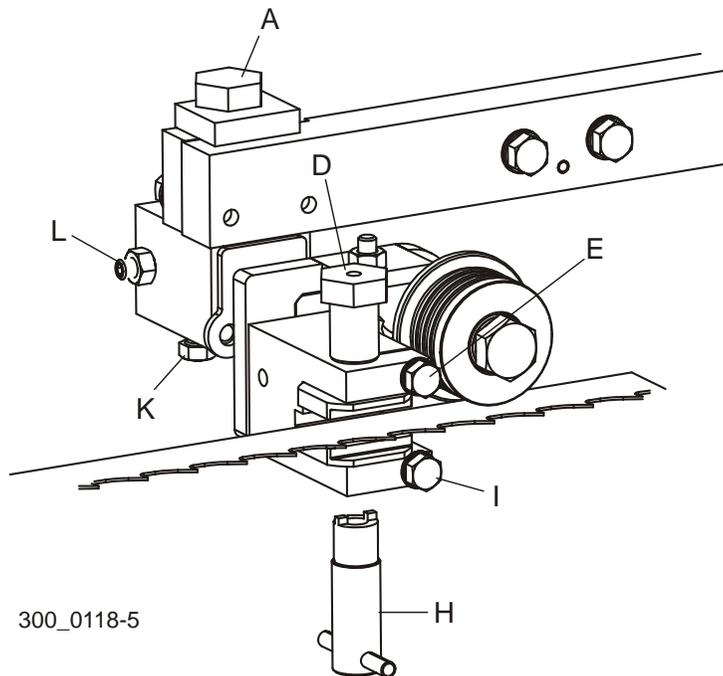

FIGURA 3-53
Veá la Figura 3-53. Guías estándar de rodillo/bloque: Mueva el conjunto de guía hacia adelante hasta que el reborde del rodillo esté entre 1/16" y 1/8" del borde trasero de la hoja de sierra y apriete los pernos de fijación (L) y (K). Gire el perno del conjunto de guíasierra (A) en sentido contrario a las agujas del reloj para bajar el rodillo de guía hasta que desvíe la hoja de sierra 1/4" hacia abajo. Gire el perno del bloque de guía superior (D) en el sentido de las agujas del reloj para mover el bloque superior hacia abajo hasta 0,008" a 0,010" de la parte superior de la hoja de sierra (use la cuña suministrada para establecer la distancia). Apriete el perno de sujeción (E). Use la herramienta (H) para girar el tornillo de ajuste del bloque inferior en el sentido de las agujas del reloj para subir el bloque inferior hasta 0.008" a 0,010" de la parte inferior de la hoja de sierra. Apriete el perno de sujeción (I). Repita este paso para el otro conjunto de guíasierra.